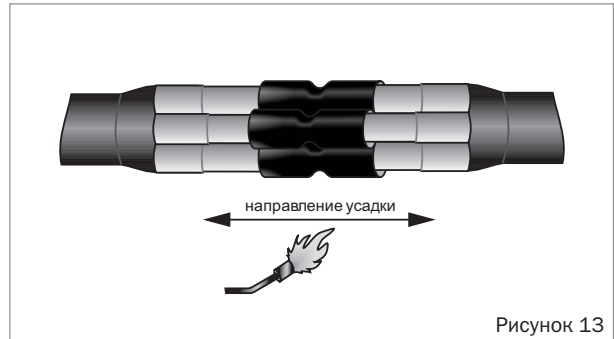

Рисунок 13
- Надвинуть на каждую гильзу трубку для изолирования гильзы. Установить их по центру гильзы и усадить, начиная с середины и далее в направлении торцов. После усадки по торцам трубки должен быть виден расплавленный клей (рисунок 13).